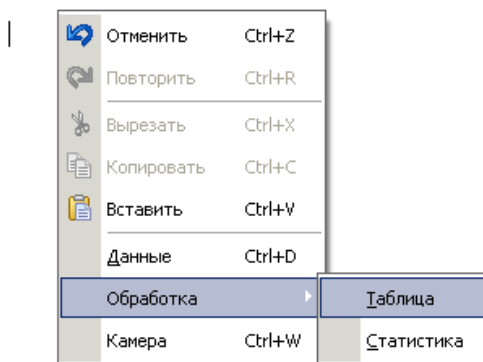

Рисунок 8
1. Нажатие правой кнопки мыши в окне **Отчёт** инициирует появление меню. Содержимое вкладок **Таблица** и **Статистика** вставляются из строки меню **Обработка** (рис.8), кривая регистрации данных с датчика - из строки меню **Данные**. Содержимое экрана также можно скопировать в буфер обмена (кнопка **PrtScr** на клавиатуре) и затем внести рисунок, используя строку меню.